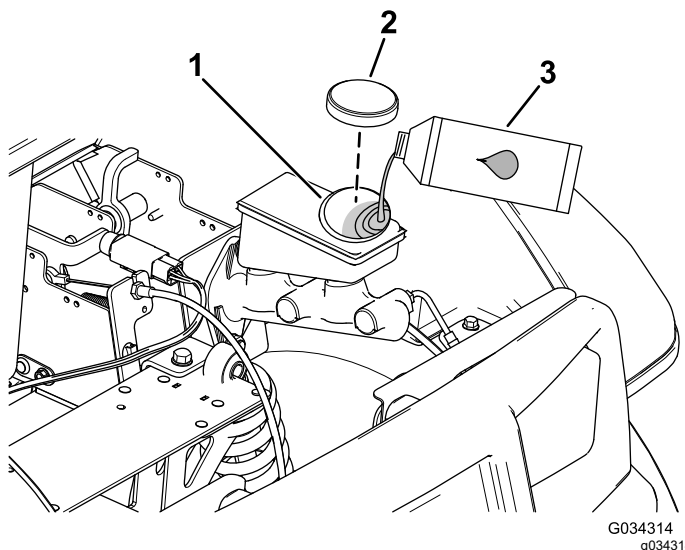

Bild 57
2. Heben Sie die Haube an, um den Hauptbremszylinder und den Behälter zugänglich zu machen (Bild 57).
- A. Reinigen Sie den Bereich um den Behälterdeckel und nehmen den Deckel ab (Bild 57).
- C. Schrauben Sie den Behälterdeckel wieder auf (Bild 57).